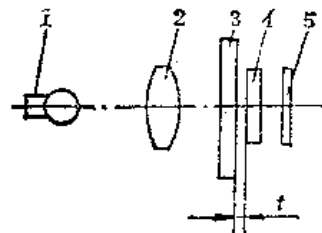
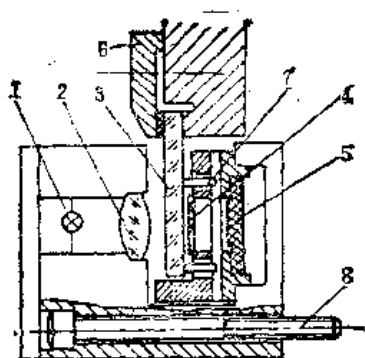

图22-6-4 垂直入射读数头光路
图22-6-5 垂直入射读头结构示意图
2) 垂直入射读数头 垂直入射读数头的光路及结构见图22-6-4、图22-6-5。